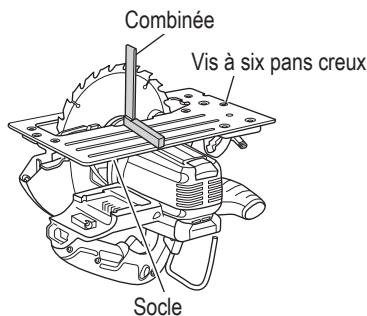

Fig. 35
- Réglage du socle et de la lame de scie en vue de la perpendicularité (Fig. 35)
- Tournez la base face vers le haut (Fig. 35) et desserrez le levier d'inclinaison.